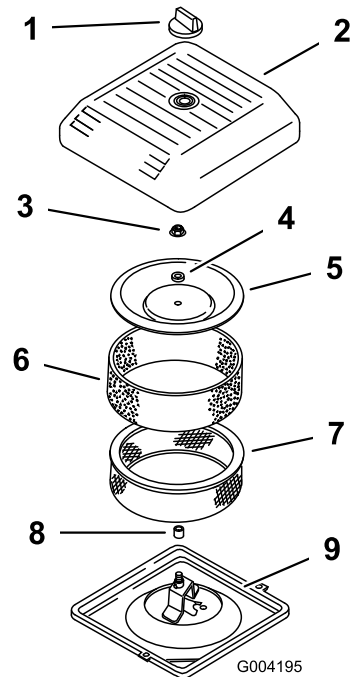

図 44
3. エアクリーナのカバーを固定しているノブを外し、カバーを取り出す(図 44)。
4. ペーパーエレメントについているスポンジエレメントを注意深く外す(図 44)。
5. カバーナットを外し、カバー、スペーサ、ペーパーエレメントを外す(図 44)。
2. エアクリーナのベースにエアクリーナアセンブリを取り付ける(図 44)。
3. カバーとスペーサを元どおりに取り付け、ナットで固定する(図 44)。ナットを 11N·m 1.09kg·m = 95in-lb にトルク締めする。
4. エアクリーナのカバーを元通りに取り付け、ノブで固定する(図 44)。